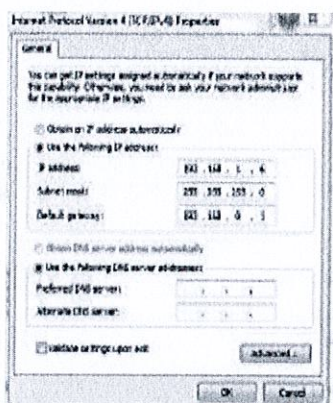

Рис. 6.7
- (1) Нажмите "Advanced", войдите в "Advanced TCP/IP settings" (см. Рис. 6.7).